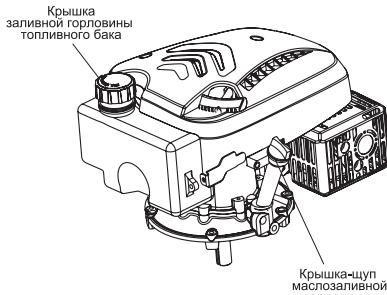

Рис. 9 Расположение крышки-щупа маслозаливной горловины и крышки топливного бака
2. Открутите крышку-щуп маслозаливной горловины и извлеките щуп (Рис. 9).